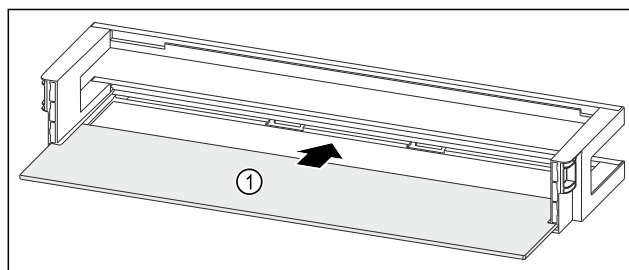

Fig. 121 Odkladací priestor vo dverách s odkladacou plochou
- ▶ Zasuňte odkladaciu plochu Fig. 121 (1) do bočných vybraní.